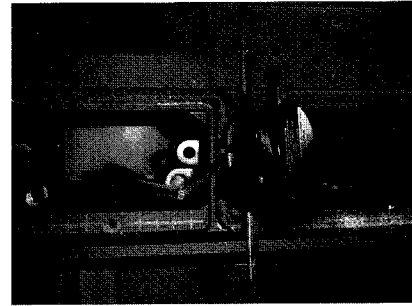

fig.4
- 7) Sortir le ventilateur afin d'avoir un accès aux vis qui maintiennent les câbles (fig.4).